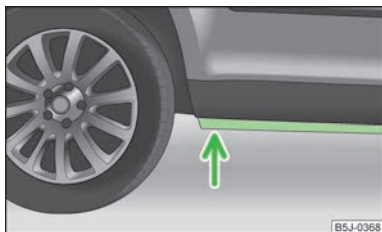

Fig. 114
- Determinar la profundidad del agua antes de un vadeo. El nivel del agua debe llegar como máximo al alma del larguero inferior » fig. 114;